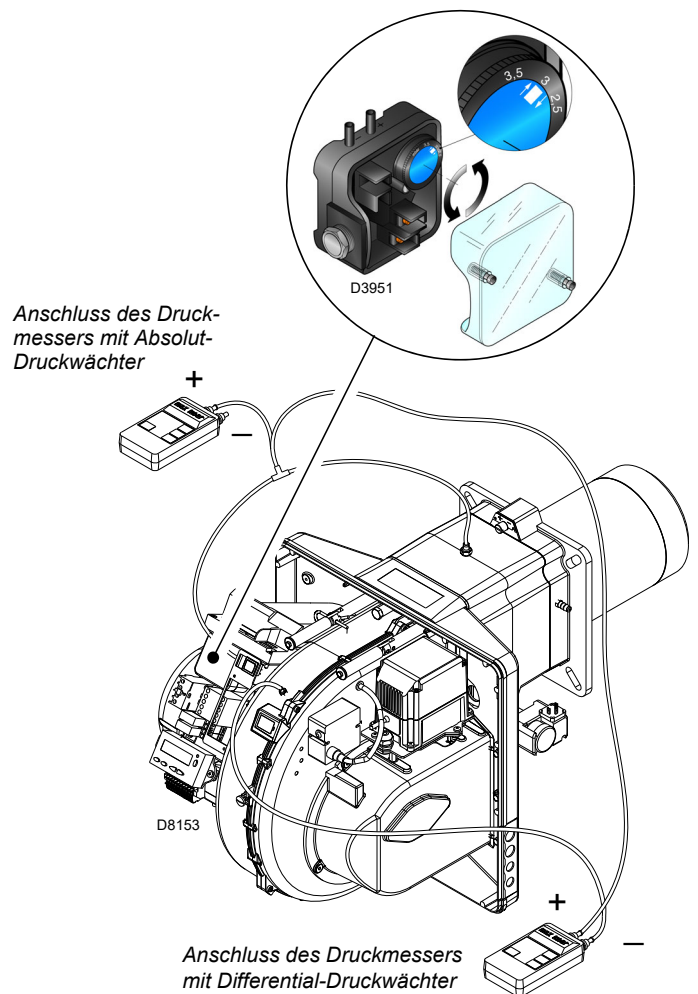

Abb. 29
- Regeln Sie den Luftdruckwächter (Abb. 29 auf Seite 31) auf den Skalenanfang.
Die Einstellung des Luftdruckwächter (Abb. 29) nach Durchführung aller anderen Einstellungen des Brenners mit auf erster Stufe eingestelltem Luftdruckwächter ausführen.
Prüfen Sie nun das richtige Anfahren des Brenners. Nimmt der Brenner erneut eine Störabschaltung vor, den Drehgriff weiter geringfügig im Uhrzeigersinn drehen. Während dieser Arbeitsgänge kann es nützlich sein, einen Druckmesser zum Messen des Luftdrucks zu verwenden. Der Anschluss des Druckmessers ist in Abb. 29 angeführt. Die Standardkonfiguration ist die des absolut angeschlossenen Luftdruckwächters. Man beachte das Vorhandensein eines nicht mitgelieferten "T"-Anschlusses.
Bei einigen Anwendungen mit starkem Unterdruck verhindert der Anschluss des Druckwächters dessen Umschalten. In diesem Fall ist es notwendig, den Druckwächter differential anzuschließen, indem eine zweite Leitung zwischen Luftdruckwächter und Saugleitungsöffnung des Gebläses angebracht wird. Dann muss auch der Druckmesser differential angeschlossen werden, d.h. wie in Abb. 29 gezeigt.